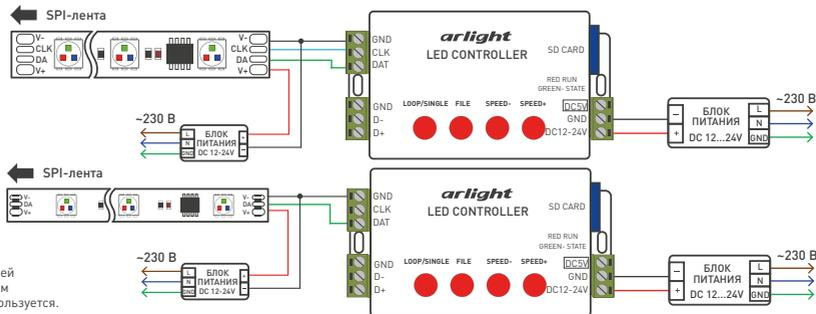
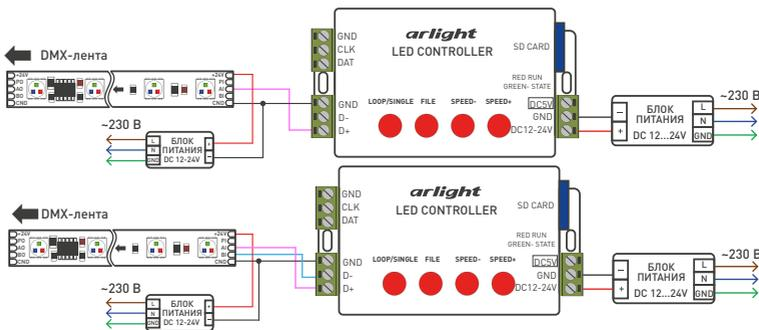

Рис. 2. Подключение светодиодной ленты или модулей с интерфейсом SPI.
Рис. 3. Подключение светодиодной ленты или модуля с интерфейсом DMX.
- 3.3. В зависимости от типа используемых светодиодных лент или модулей подключите их к выходу SPI (Рис. 1, Рис. 2) или DMX (Рис. 1, Рис. 3) контроллера. Использование выходов SPI или DMX будет зависеть и от выбора типа микросхем при составлении программы.